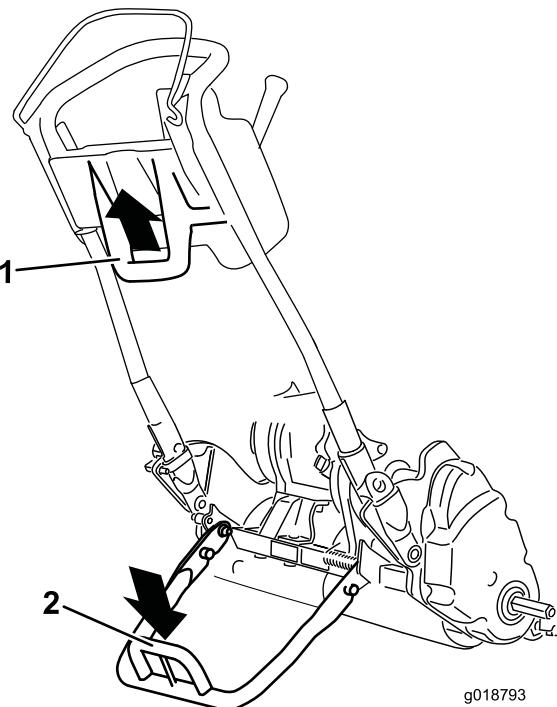

図 28
- 移動走行タイヤの着脱のためにキックスタンドを操作するには、スタンドを床面まで下げる、ループを足で踏みつけた状態のままで、機体下部についているハンドルを持ってマシンを後方に引いてください図28。